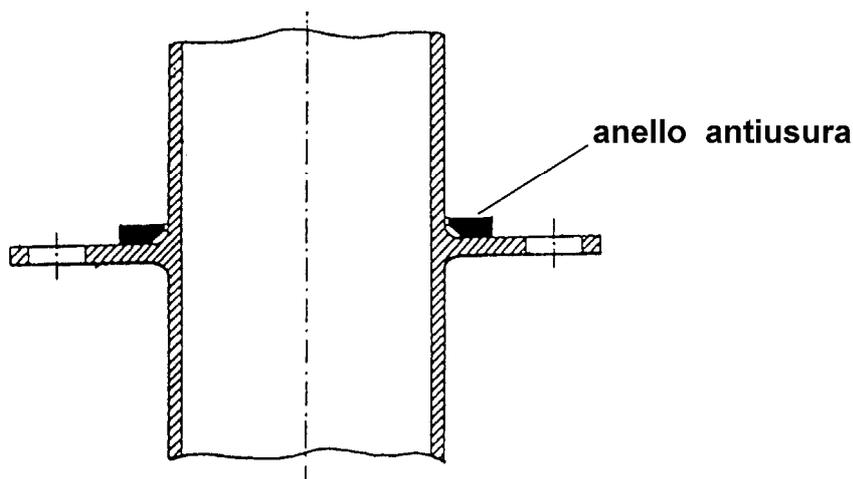

Fig. 5
- Inserire nella parte superiore del palo l'anello antiusura (Fig. 1 pos. 6) con la svasatura rivolta verso il basso (Fig. 5).
- Inserire nella parte superiore del palo l'anello antiusura (Fig. 3 pos. 6) con la svasatura rivolta verso il basso (Fig. 5).